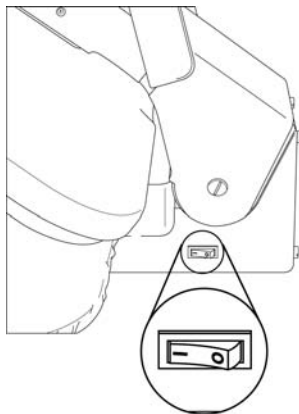

FIGURE 1
1. Avec la Plaque de Repassage en position 'levée', branchez le cordon électrique dans la prise de courant électrique, et mettez l'Interrupteur Marche/Arrêt en position "Marche" (I) (FIGURE 1).
**IMPORTANT: L'Arrêt Automatique n'indique pas que l'alimentation électrique destinée à l'unité est complètement coupée. L'appareil est toujours en fonctionnement, et le Voyant Puissance reste allumé jusqu'à ce que l'Interrupteur Marche/Arrêt soit mis en position "Fermée" (O) (FIGURE 1, page 7).**